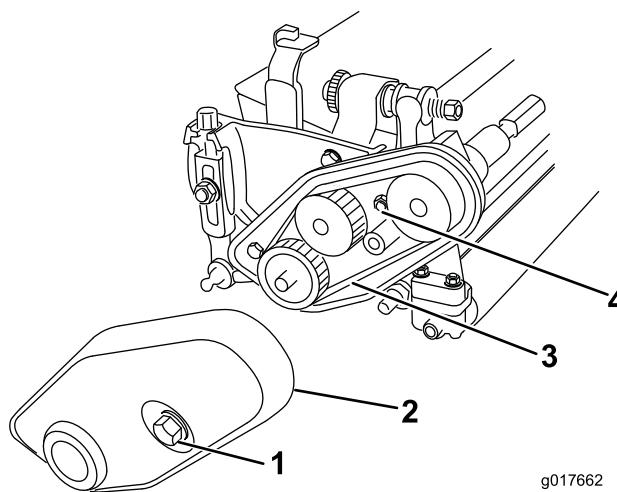

图3
7. 旋松将皮带罩固定至滚刀组左端的固定螺栓、直至拆下皮带罩 图3。
8. 旋松皮带拉紧螺母、然后拆下皮带 图3。